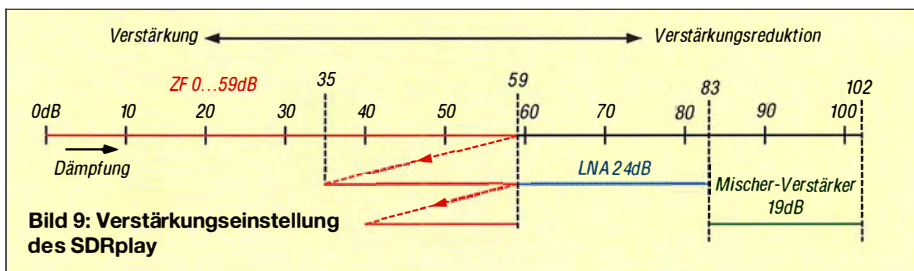

Bild 9: Verstärkungseinstellung des SDRplay
Zwar schwächelt die Magnetantenne hier immer noch gegenüber dem Dipol, doch durch die Pillenform (Bild 9) fällt ihr Gewinn zu niedrigeren Winkeln hin weniger ab als beim Dipol mit seinem eher kugelförmigen Vertikaldiagramm. Im Ergebnis ist – bezogen auf den mutmaßlichen optimalen Abstrahlwinkel α_{opt} – der Gewinnunterschied zum Dipol jeweils rund 1 S-Stufe geringer als bezogen auf den Maximalgewinn (Tabelle 8, rechts, **fett**). Anders gesagt, bei flachen Abstrahlwinkeln verkleinert sich der Unterschied zum Dipol deutlich.
Damit der entstehende Pegelsprung auf der Rauschkurve im Bildschirm nicht erkennbar wird, erhöht sich gleichzeitig die ZF-Verstärkung um 24 dB, auf eine Dämpfung von insgesamt 35 dB. Ziehen wir den Schieber dann weiter nach unten bis auf eine Dämpfung von 83 dB, dann schaltet sich auch der Mischer-Verstärker (19 dB) ab und die ZF-Verstärkung erhöht sich gleichzeitig um 19 dB auf eine Dämpfung von insgesamt 40 dB (Bild 9).
- *Gain Control* 0 dB, *LNA GR* = 0 dB, *Mixer GR* = 0 dB, *IF GR* = 0 dB, *AGC Off* (*High Gain Mode*, Bild 9); das ist die Einstellung auf minimale Dämpfung (*GR* = 0) bzw. maximale Verstärkung.